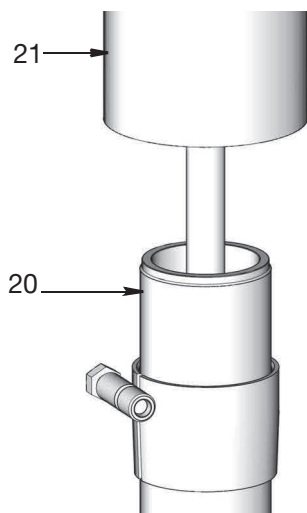

図 9
8. ダウンチューブ (20) をポンプベース (21) から取り外します (図 9)。